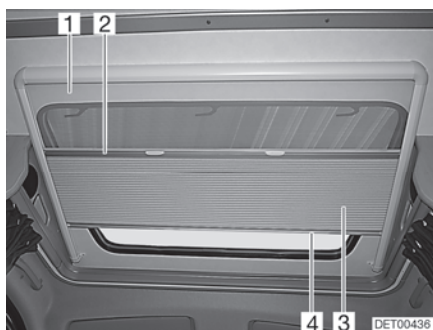

Bild 71 Dachfenster
Faltverdunklung Die Faltverdunklung (Bild 71,3) ist mit dem Insektenschutz (Bild 71,1) fest verbunden.
- Die Faltverdunklung in der Mitte des Abschluss-Stabes (Bild 71,4) fassen und vorsichtig nach unten ziehen.
- Die Faltverdunklung am Abschluss-Stab (Bild 71,4) langsam zurückführen.
- Den Insektenschutz in der Mitte des Abschluss-Stabes (Bild 71,2) fassen und vorsichtig ganz nach unten ziehen.
- Den Insektenschutz am Abschluss-Stab der Faltverdunklung (Bild 71,4) langsam zurückführen.